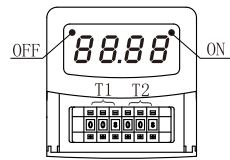

图2 (以CAS7-RS24MT22为例)
- 按要求设置好延时间和时段(如下图2)；
6、CAS7-RS24MT22功能简述：延时设置见下图2，设置T1、T2的时基和预置数，然后接通电源，左边两位数码管显示T1的延时数据，同时OFF指示灯亮，当延时到达T1设定值后，继电器动作，同时右边两位数码管显示T2的延时数据，ON指示灯亮，当延时到达T2设定值后，继电器释放，T1又开始延时，如此实现循环延时控制。需要有限循环(1次-15次)的产品，需要客户订货时注明要求。